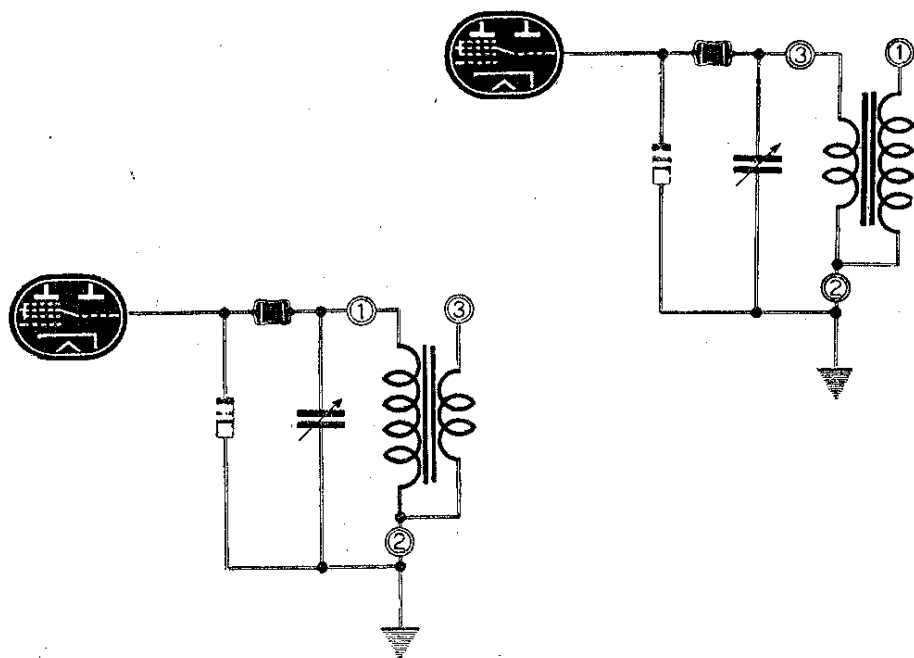

Fig. 93
**239** Se il ricevitore cessasse di funzionare dopo l'eventuale sostituzione della bobina oscillatrice, si potrà pensare che la medesima non venisse inserita nel giusto senso, per cui provvederemo ad invertire l'inserimento dei capi dell'avvolgimento primario, al fine di raggiungere il senso d'entrata e uscita della corrente atta a generare il segnale di alta frequenza. Infatti, come visibile a fig. 93, l'avvolgimento a più spire risulta quello collegato al condensatore variabile (griglia oscillatrice).